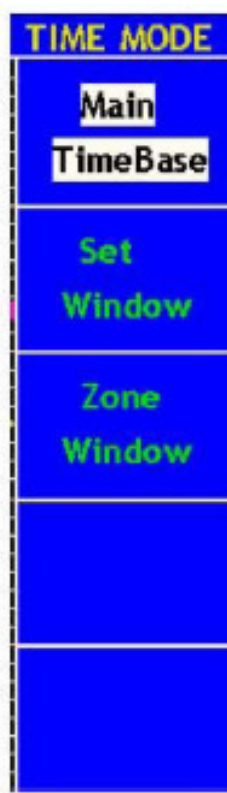

Abb. 32 Menü Time Mode
3. Taste **HORIZ MENU**: drücken Sie diese Taste, um das Bedienmenü auf dem Bildschirm anzuzeigen (siehe Abb. 32).